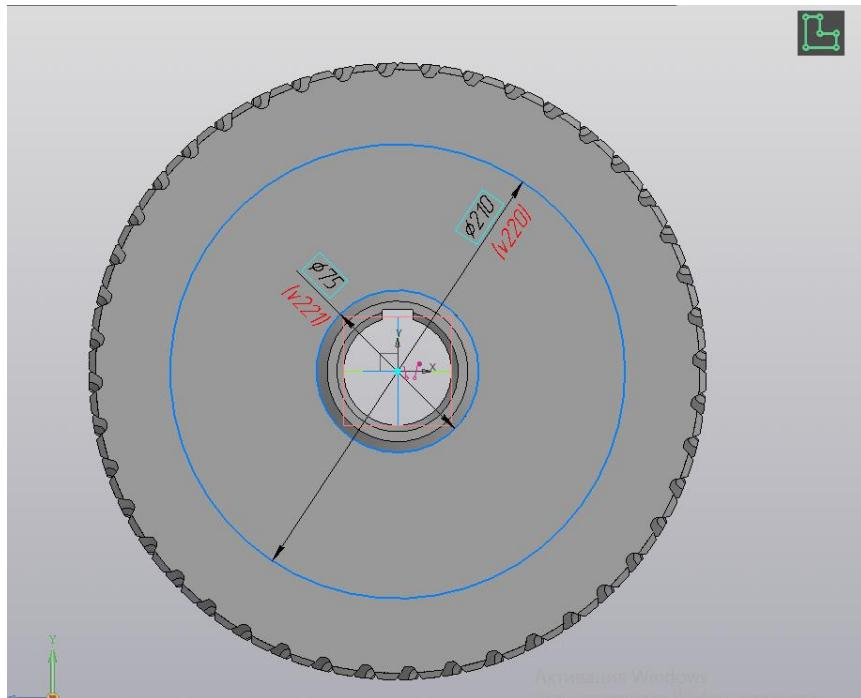

Рисунок 48 - Построение эскиза на плоской грани червячного колеса
- На панели инструментов *Геометрия* выберите команду *Окружность*. Постройте две окружности $\varnothing 210$ мм и $\varnothing 75$ мм с центром в начале координат (рисунок 48). Выйдите из режима эскиза, повторно нажав кнопку Эскиз .